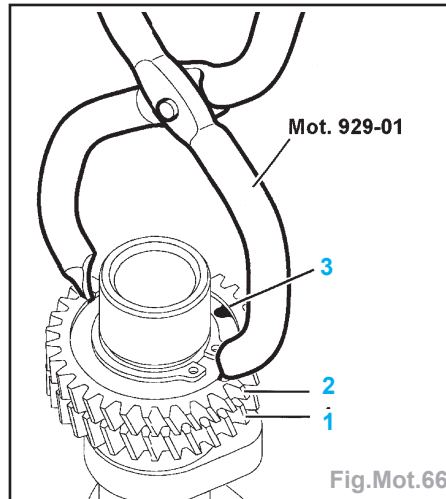

Fig.Mot.66
- Aligner les dentures des pignons (1) et (2) des arbres à cames d'échappement à l'aide du **Mot.929-01**, puis insérer une pige de 3 mm dans l'orifice (3) afin d'immobiliser les pignons entre eux (Fig.Mot.66).